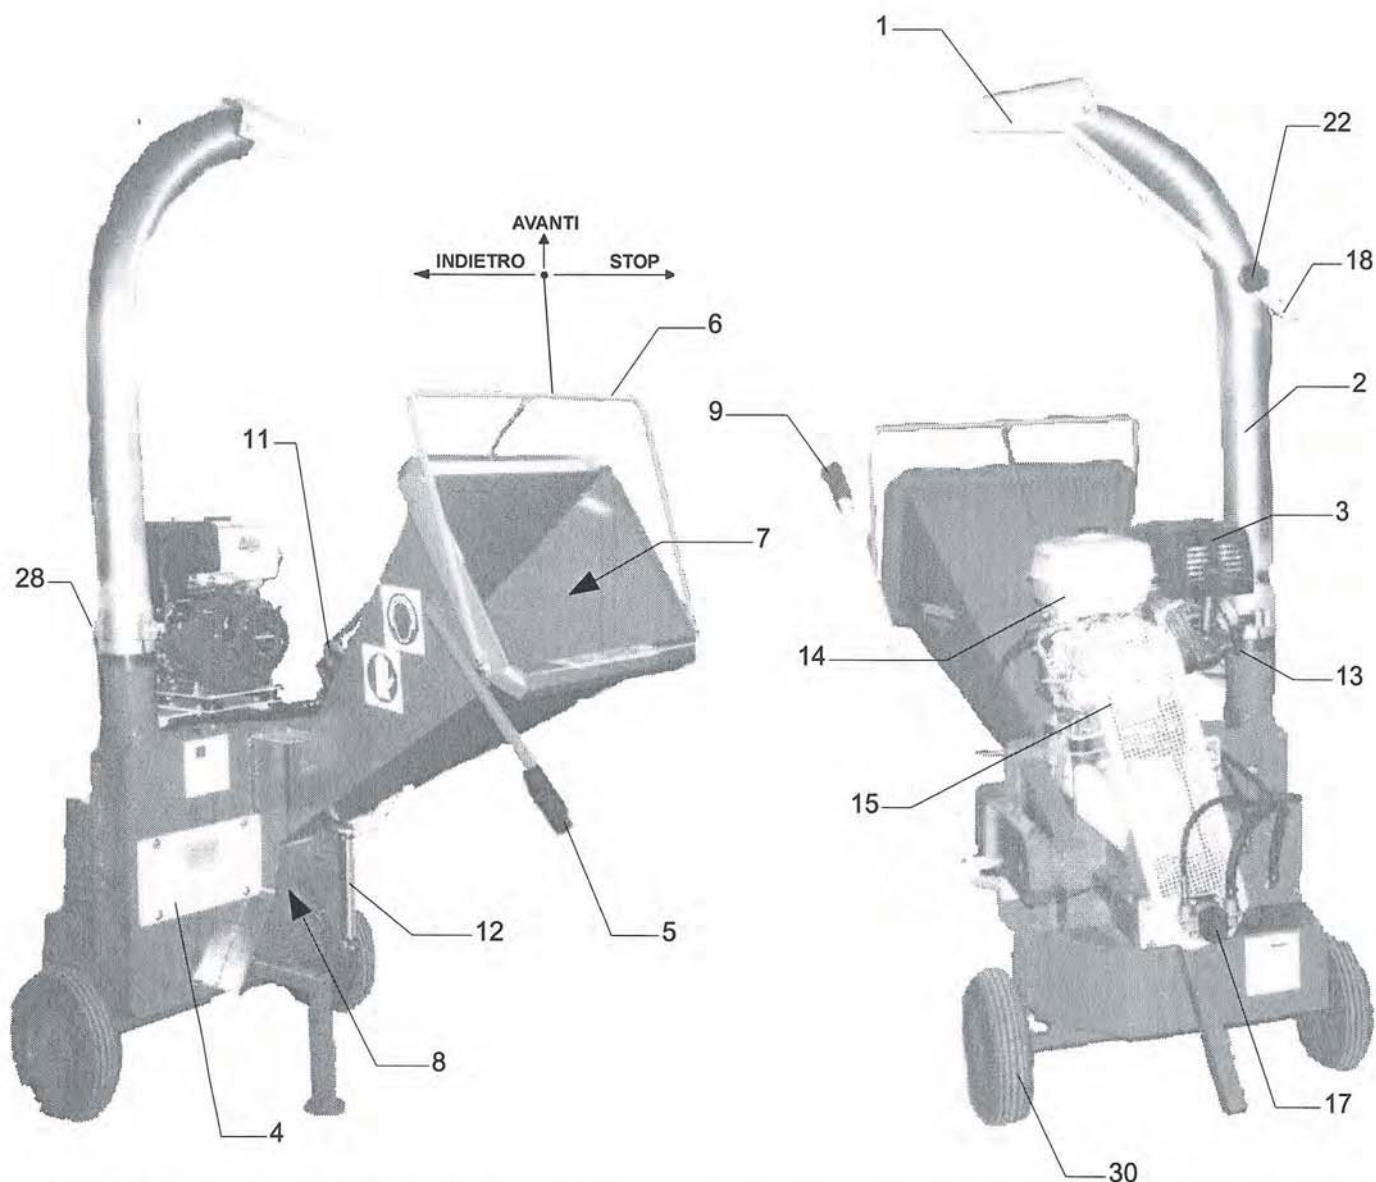

Fig.1- Cippatrice **PZ 100^{mm} MI** - Allestimento con motore Honda e ruotine per spostamento manuale
- Mettere in posizione il tubo di lancio orientandolo con la maniglia (part. 28, fig. 1,2) verso la direzione desiderata. Bloccare il tubo di lancio con la manopola (part. 13, fig. 1). Inclinare convenientemente il deflettore (part. 1 fig. 1) sbloccando la manopola (part.22,fig.1) e agire sulla leva (part.18,fig.1). Bloccare il deflettore con la manopola (part.22,fig.1).
- Porre la leva (part. 6, fig. 1,2) di comando del distributore in posizione centrale "**AVANTI**".
6. **Usare tutte le necessarie precauzioni per evitare agganci con il materiale trascinato all' interno della macchina. Nelle versioni con alimentazione idraulica all' occorrenza invertire il senso di rotazione del rullo spingendo avanti la leva di comando del distributore (part. 6, fig. 1,2) in posizione " INDIETRO "**
- Rimuovere il carter di accesso ai coltelli (part.4,fig.1).
- Rimuovere il carter di protezione (part. 15,fig.1,2,3).
- Rimontare il carter di protezione (part. 15,fig.1,2,3).